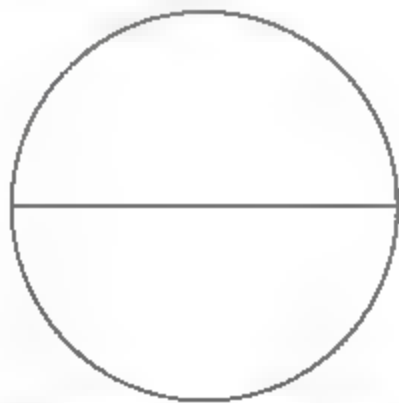

图8-180 绘制线段
- 02 调用L【直线】命令，过圆心绘制水平线段，结果如图8-180所示。